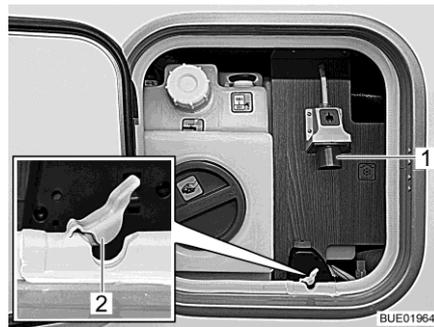

Fig. 188 Raccordement 230 V sur le véhicule
- Ouvrir la pièce d'isolement (Fig. 188,2) du passage de câble.
- Brancher le connecteur à fiche sur le raccordement 230 V (Fig. 188,1) du véhicule.
- Tirer sur le connecteur à fiche (Fig. 188,1) du véhicule pour débrancher le câble de raccordement.
- Presser la pièce d'isolement (Fig. 188,2) du passage de câble dans le logement du joint du portillon de service.